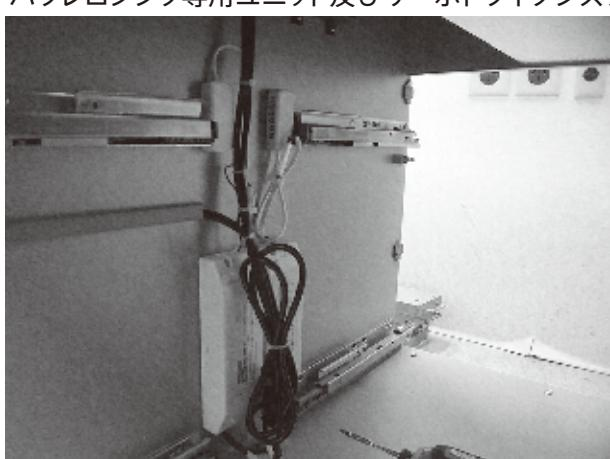

図4
- 5 LED本体を横桟または前上桟下面に両面テープで貼り付けます。取付位置のホコリを拭き取り、左右の隙間を均等にして横桟または前上桟の前面に合わせて貼り付けます。感知センサーは必ず右側になります。 (図4)